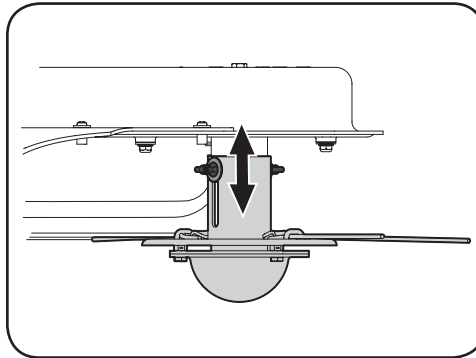

Figura 4-1
2. Deslice el husillo hacia arriba o hacia abajo hasta la posición deseada antes de volver a apretar las tuercas de mariposa. Consulte la Figura 4-1.